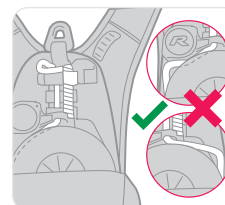

Figura 6
- Inspeccione la línea de descenso y compruebe que no esté 'floja' entre el tambor y el soporte (consulte la figura 6). Si la línea está floja, deberá retirar del servicio el Latchways PRD descender device y ponerse en contacto con MSA o un agente autorizado.